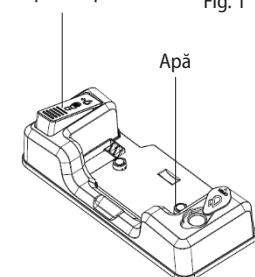

Fig. 2
- Înainte de utilizare, eliberați capacul rezervorului de apă și umpleți rezervorul cu apă distilată (Fig. 2).
- Pentru șterge, umeziți textilul de curățare (17) prin apăsare repetată a pompei de apă de pe rezervorul de apă. Pentru o curățare mai eficientă, este recomandat să umeziți textilul înainte de utilizarea acestuia.